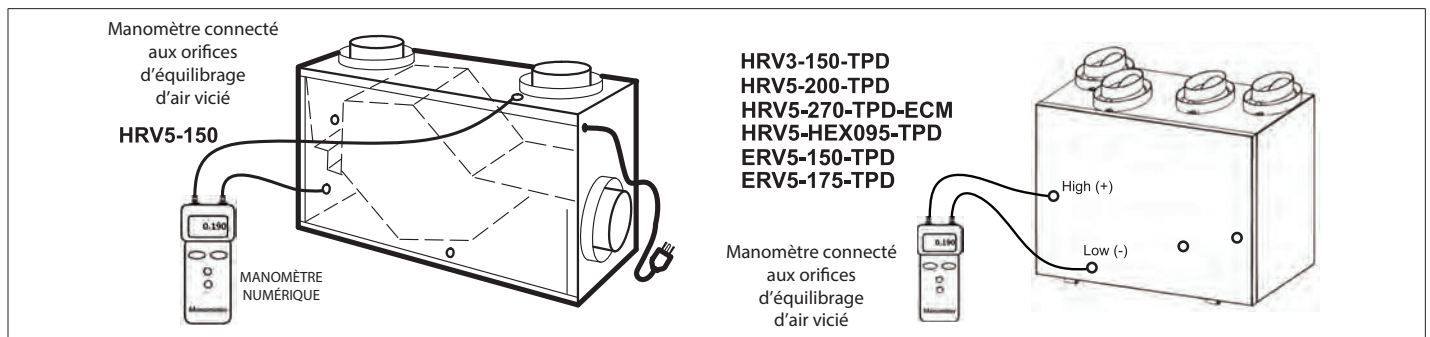

Figure 52. Orifices d'équilibrage - Air vicié
5. Mesure de l'air vicié. Insérer les deux raccords en caoutchouc du manomètre dans les orifices d'équilibrage d'air vicié (voir Figure 52 à la page 40). Étanchéifier les orifices d'équilibrage d'air frais (en haut à gauche et en bas à droite) avec du ruban adhésif. Noter la valeur.